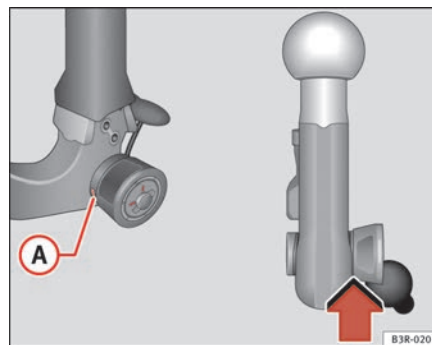

Fig. 162 Dispositivo de reboque desmontável: Controle de segurança
- Verifique se a marca verde **(A)** ⇒ página 210, fig. 162 da roda recartilhada se encontra na zona preta da rótula.